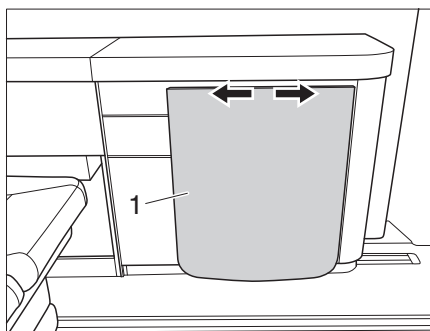

Figura 11 Mesa en el Campstar
- ▷ Levante ligeramente el tablero de mesa (Figura 11,1) antes de moverlo para no rayar el mueble.